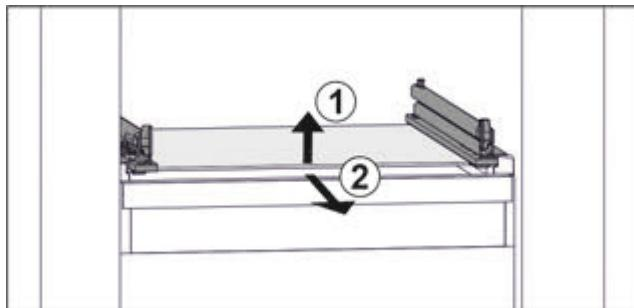

Fig. 73 Приближене відображення скляної пластини
- Підняти скляну пластину спереду. Fig. 73 (1)
- Вийняти скляну пластину рухом вперед. Fig. 73 (2)